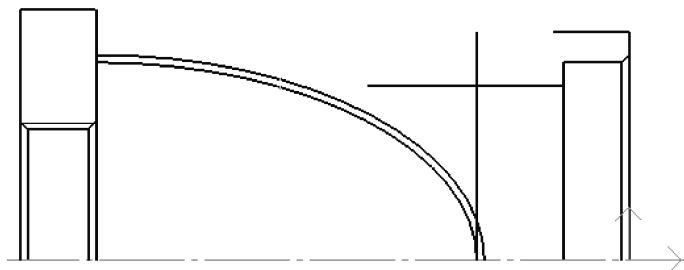

图 8-93 圆弧中心点
1) 绘制两条辅助线,以找出圆弧的中心点。在菜单栏中选择【绘图】→【平行线】命令,或者单击【绘图工具】工具栏中的  按钮,状态栏中提示拾取直线,选择 $\phi 60$ 外圆轴线,在立即菜单中选择【偏移方式】和【单向】选项,状态栏中提示输入距离,输入“23”,单击【确定】按钮即可绘制出一条辅助线;在菜单栏中选择【绘图】→【平行线】命令,或者单击【绘图】工具栏中的  按钮,状态栏中提示拾取直线,选择 $\phi 60\text{mm}$ 外圆右端面,在立即菜单中选择【偏移方式】和【单向】选项,状态栏中提示输入距离,输入“20”,单击【确定】按钮即可绘制出第二条辅助线。修剪和删除后的图形如图 8-93 所示。